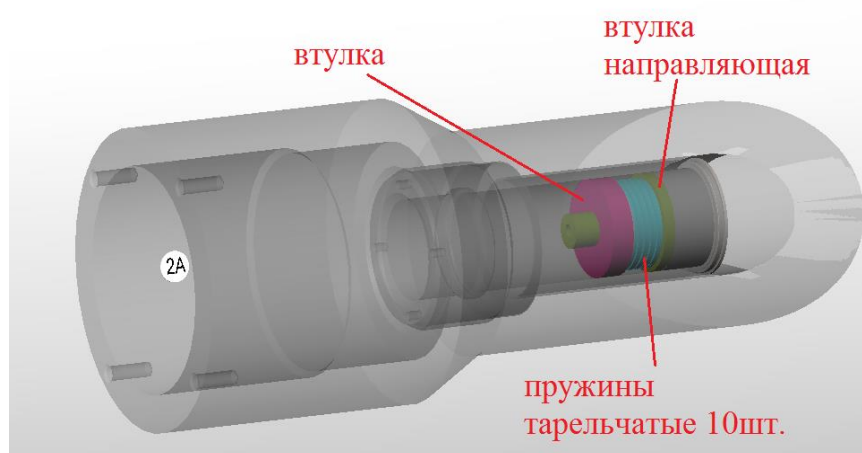

Рисунок 45 – пружины тарельчатые и штулки
4.2.2.12 При помощи пинцета или зажима изъять из внутренней полости штулки вместе с пружинами тарельчатыми, указанными на рисунке Рисунок 45.